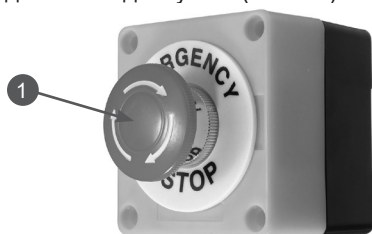

Рис. 18 Выключатель зажигания аварийный
7. Убедитесь, что аварийный выключатель зажигания на загрузочной воронке находится в положении «Включено» (кнопка 1 аварийного выключателя не нажата) (Рис. 18). Если кнопка выключателя нажата (положение «Выключено» – включение аварийный останов двигателя) – двигатель не запустится. Чтобы перевести аварийный выключатель в положение «Включено» поверните кнопку 1 выключателя по часовой стрелке, как показано стрелками на кнопке – кнопка под действием внутренней пружины должна выдвинуться (Рис. 18).
После первого запуска двигателя и перед началом измельчения проверьте работу аварийного выключателя зажигания (Рис. 18), расположенного на загрузочной воронке. В случае, если аварийный выключатель не работает, проверьте правильность соединения разъема проводов от выключателя к двигателю. Если это не помогло обратитесь в авторизованный сервисный центр CHAMPION. Запрещается эксплуатация измельчителя при неисправности аварийного выключателя зажигания.